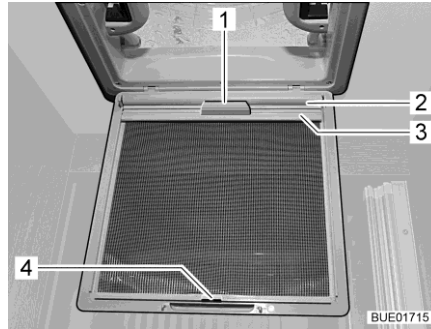

Bild 125 Verdunklungsrollo (Dachhaube)
- Verdunklungsrollo (Bild 125,2) am Griff (Bild 125,1) herausziehen und Halteleiste (Bild 125,3) in den Haken (Bild 125,4) am Insektenschutz einhängen.
- Halteleiste (Bild 125,3) vom Haken (Bild 125,4) lösen und Verdunklungsrollo (Bild 125,2) am Griff (Bild 125,1) langsam zurückführen.